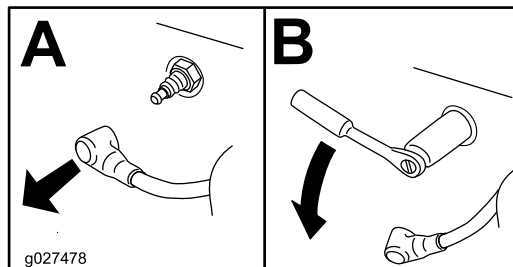

Рисунок 43
4. Снимите свечу зажигания (Рисунок 43).